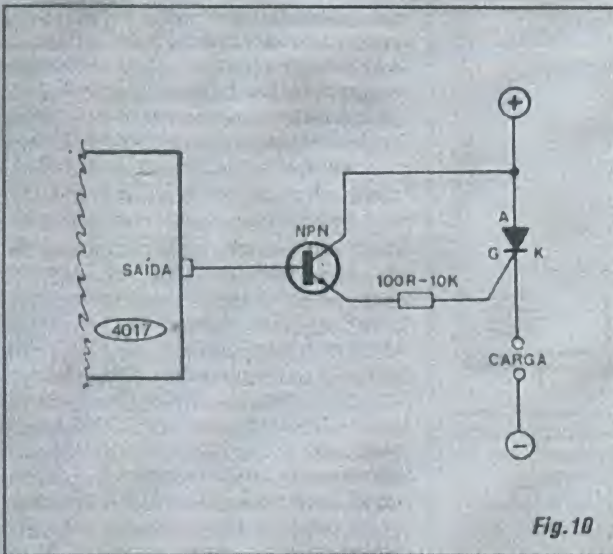

Fig.10
- FIG. 10 - REFORÇANDO A CORRENTE DE DISPARO DE SCRs E TRIACs... - Alguns tiristores (sejam SCRs, sejam TRIACs...), principalmente os componentes destinados a Correntes realmente altas, podem requerer níveis também mais elevados de Corrente de disparo (necessária ao terminal de *gate* do componente, para que este efetivamente "ligue"...). Como em alguns casos tal Corrente pode situar-se na casa das várias dezenas de miliampéres, bastante acima do "poder" das Saídas de um 4017, deve-se então recorrer a um transistor na função de *booster*, entre a Saída do 4017 e o terminal de *gate* do tiristor... Como o dito transistor, normalmente, é também energizado pela mesma Tensão mais elevada destinada ao tiristor, é também comum que se intercale um resistor (dentro da gama de valores indicada no diagrama...) destinado a parametrizar a tal Corrente de disparo com mais precisão, adequando as polarizações tanto do próprio transistor, quanto do SCR/TRIAC..O exemplo mostra um arranjo com SCR, porém, sem praticamente nenhuma modificação, a estrutura também serve para TRIACs.